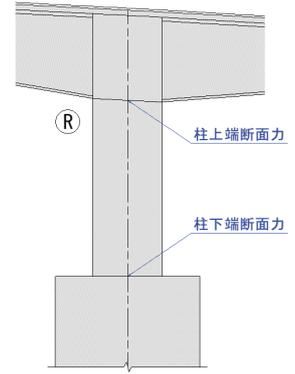

図2 橋軸方向柱断面力(剛結)
- ・柱上端、柱基部の剛結構造断面力に対する柱の断面照査(図2)。